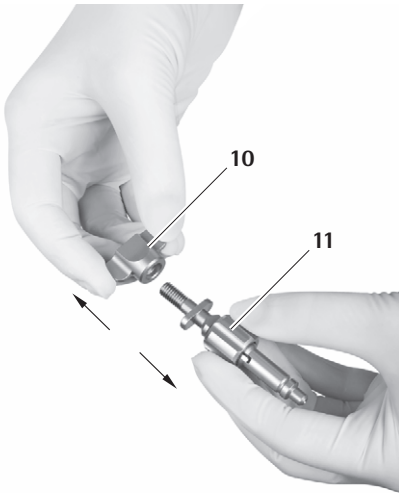

Abb. 17
- ▶ Flügelmutter **10** des Haltearmadapters **11** abschrauben, siehe Abb. 17.